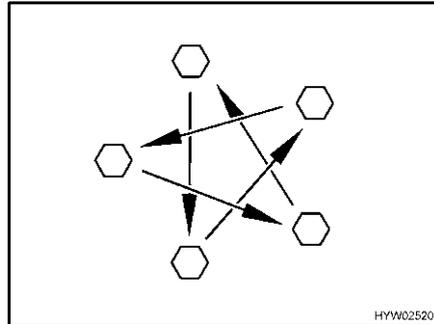

Fig. 275 Apretar las tuercas o los tornillos de las ruedas en forma de cruz
- Comprobar periódicamente que las tuercas o tornillos de las ruedas estén firmemente apretados. Reajustar en forma de cruz (Fig. 275) las tuercas o tornillos después de cambiar una rueda, al cabo de 50 km. Par de apriete, véase apartado 13.5.2.
- ▷ Apretar en forma de cruz las tuercas o los tornillos de las ruedas (Fig. 275).